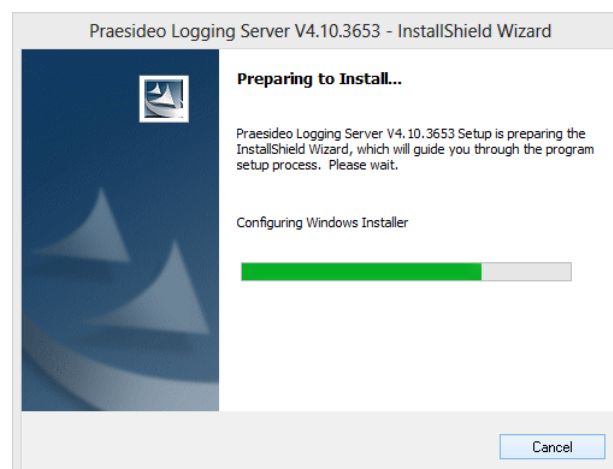

рисунок 58.1: Установка Logging Server
- 3 Нажмите кнопку *Open (Открыть)* для запуска программы установки *Logging Server*. Отобразится экран, подобный экрану, изображенному на рисунок 58.1.